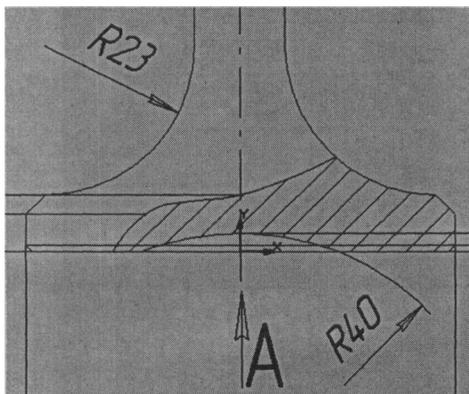

Рис. 4.27
18. Простановка радиальных размеров. Нажмите кнопку **Ш** (**Радиальный размер**) и наведите курсор между тарелкой и стержнем клапана. При этом цвет линии изменится на красный, а вместо радиуса R 23 появится прямоугольная рамка. Установите размер так, как показано на рис. 4.27, затем нажмите левую кнопку мыши. Повторным нажатием зафиксируйте
те размер, который по умолчанию будет идти от центра, но в данном случае нас это устраивает. Аналогичную процедуру нужно проделать для радиуса сегмента R 40, расположенного в нижней части тарелки клапана. Однако здесь размерная линия радиуса, идущая от центра, уже недопустима, так как пересекает другой размер. Для простановки этого размера с противоположной от центра стороны нужно нажать кнопку **i2i (Размерная линия от центра)**. При этом кнопка примет такой вид: **jd1**. Размерная линия значительно укоротится и уже не будет проходить через другие размеры, затрудняя чтение чертежа. Зафиксируйте левой кнопкой мыши положение радиального размера в правой части от оси симметрии (рис. 4.27).